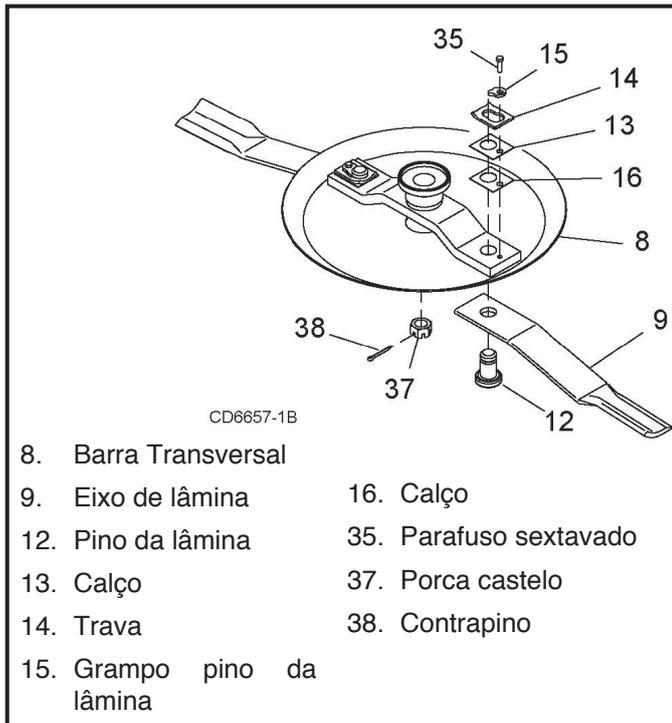

Figura 22. Remoção da Lâmina.
2. Para facilitar a remoção da barra transversal, remova as lâminas conforme mostrado na Figura 22.